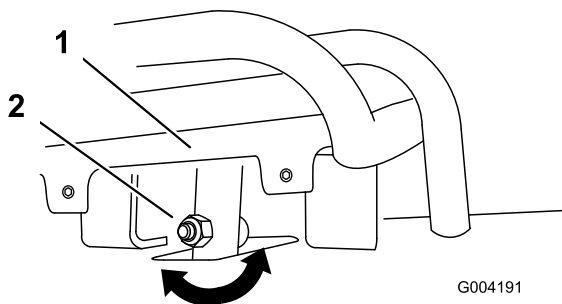
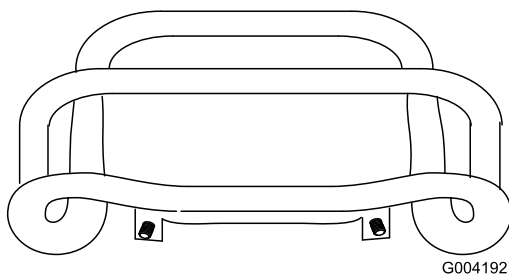

Figure 55
Figure 56
4. Si l'avant de la commande de déplacement n'est pas d'équerre et de niveau avec la barre de référence, desserrez l'écrou et le boulon à embase de la tige de la commande de déplacement (Figure 55).
5. Réglez la commande de déplacement de sorte qu'elle soit de niveau et en appui contre la barre de référence lorsqu'elle est tirée tout droit en arrière (Figure 55 et Figure 56).
- C. Desserrez l'écrou et le boulon à embase dans la tige de la commande de déplacement (Figure 55).
- I. Réglez la commande de déplacement de sorte qu'elle soit de niveau et en appui contre la barre de référence lorsqu'elle est tirée tout droit en arrière (Figure 55 et Figure 56).